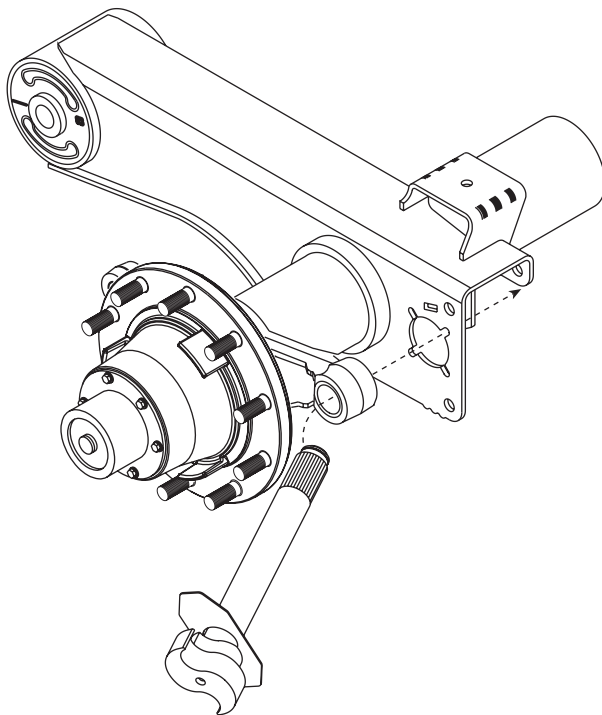

Figura 24. Instalando la leva-S en los modelos con el sistema de Leva en Tubo
4. Incline y deslice la leva-S a través de la araña y la viga (figura 24).